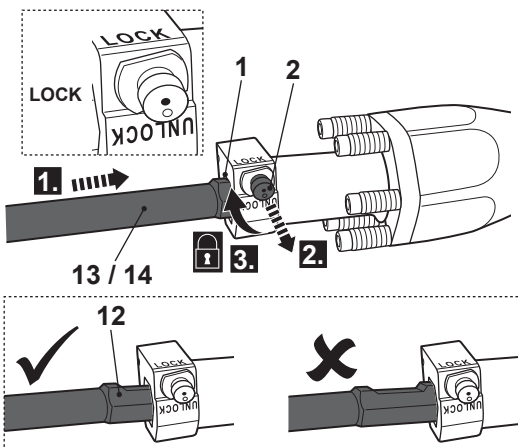

Fig. 2
> Introduza o cinzel (13, 14) até ao fundo no mandril (1) com a ranhura da haste da ferramenta (12) virada para cima (Fig. 2, passo 1).
> Puxe a cavilha de bloqueio (2) para fora e rode-a 180° para bloquear o cinzel (13, 14) (Fig. 2, passo 2 e 3).